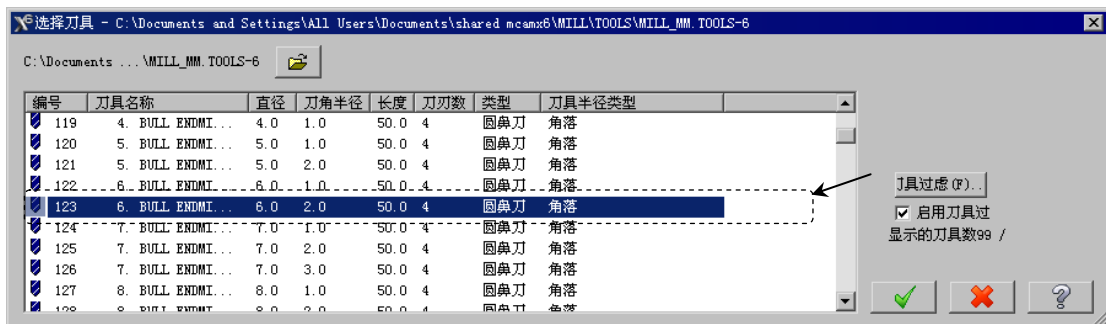

图 20.36 “选择刀具”对话框
Step5. 选择刀具。在“曲面残料粗加工”对话框中单击 **选择刀库** 按钮，系统弹出“选择刀具”对话框，在该对话框的列表框中选择图 20.36 所示的刀具。单击  按钮，关闭“选择刀具”对话框，系统返回至“曲面残料粗加工”对话框。